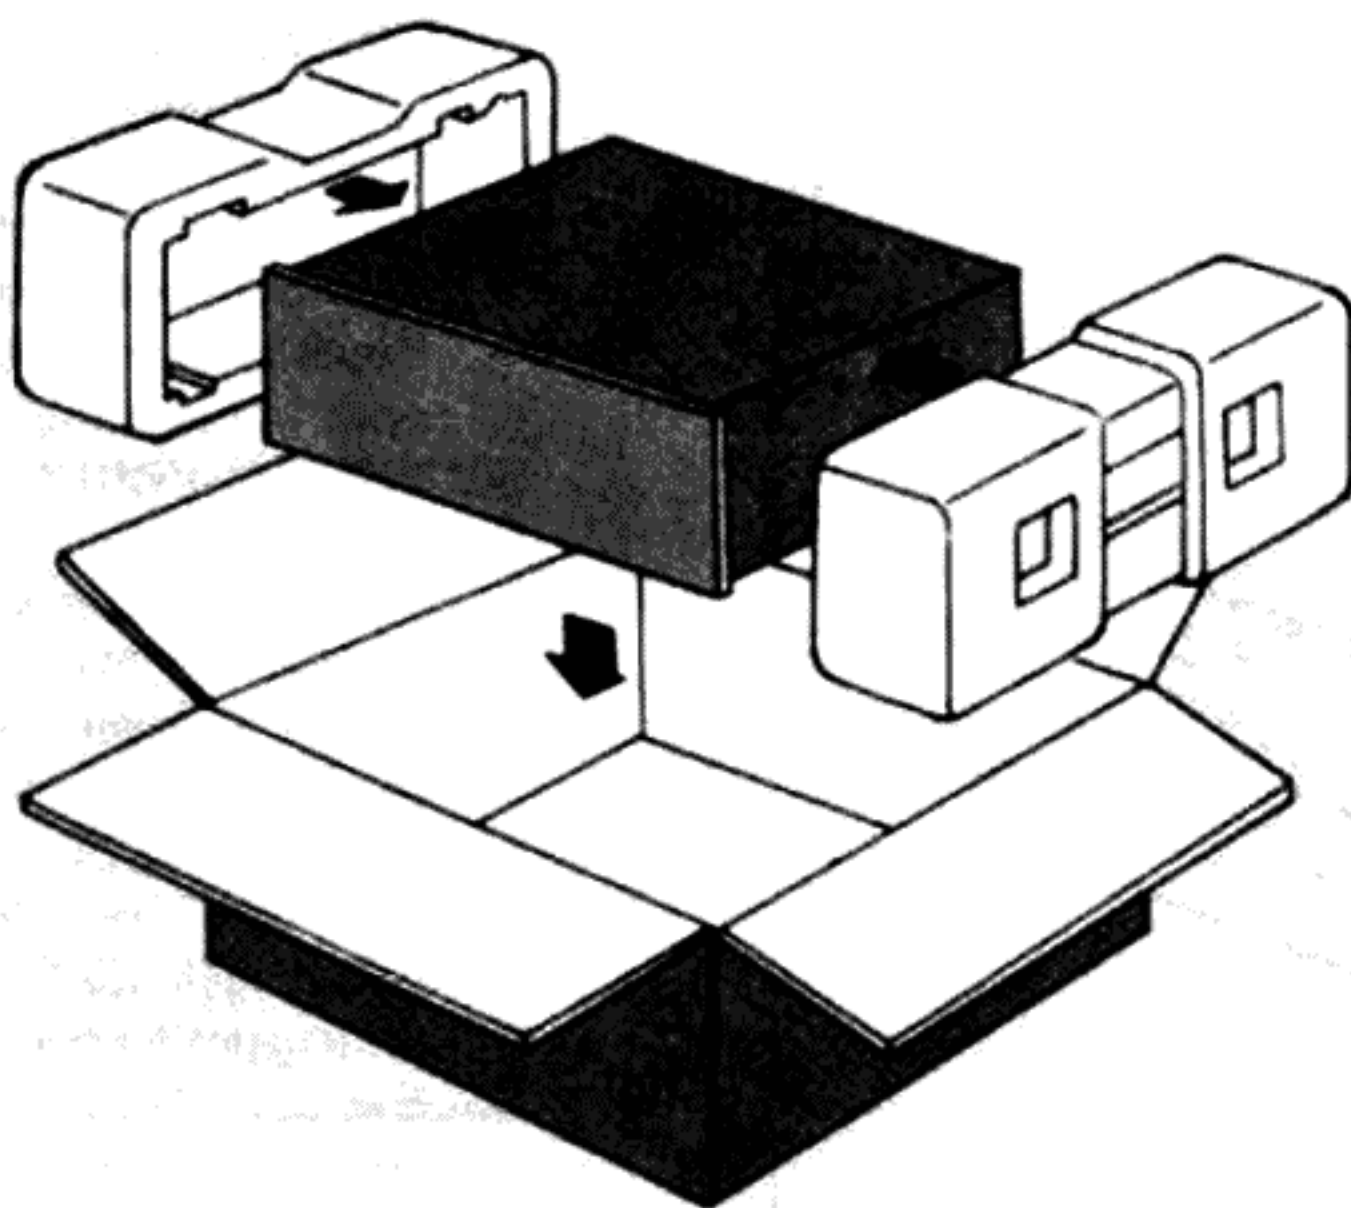

Abbildung 7. Packungsanleitung
- Verpacken Sie das Gerät gemäß Abb. 7 sorgfältig in die Originalverpackung.